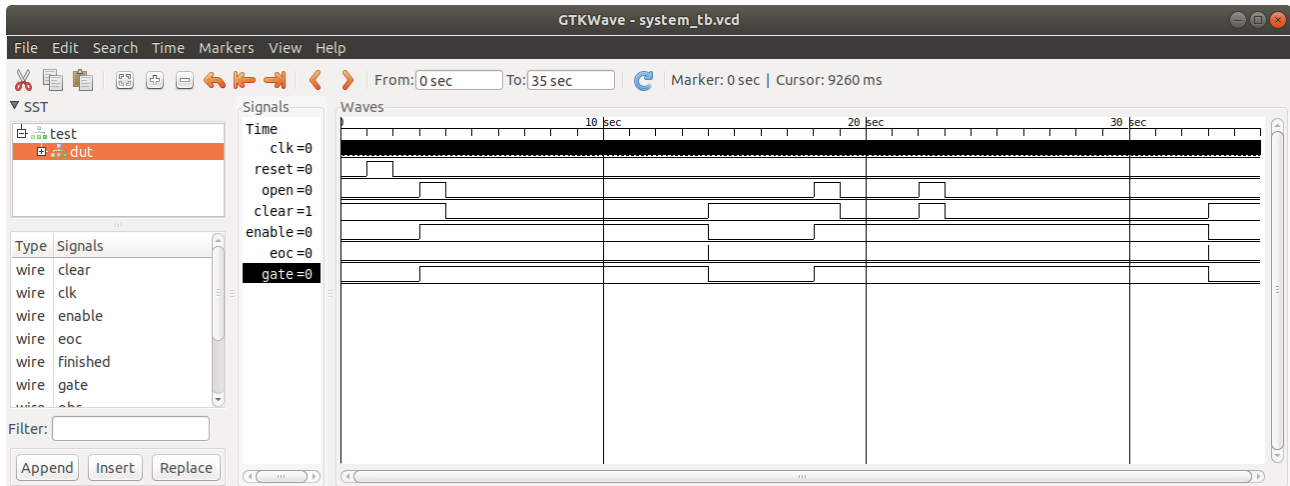

Figura 4: Simulación del sistema simplificado.
7. Observe los posibles errores generados por el banco de pruebas y visualice las formas de onda de los resultados. Corrija los errores que pueda haber hasta obtener unos resultados correctos. Una simulación correcta debe generar unas ondas como en la Figura 4.